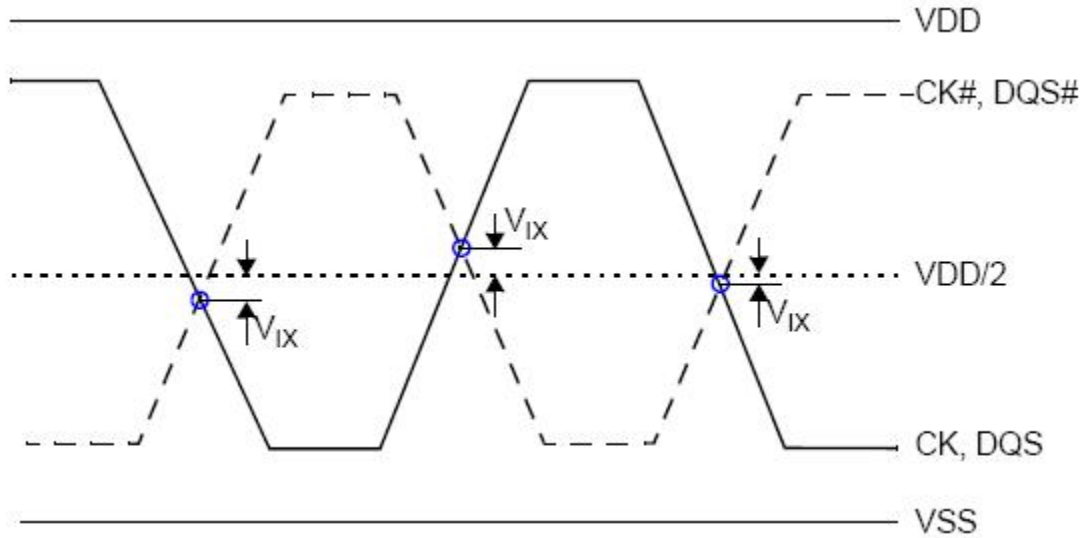

图 5.4  $V_{ix}$  定义
测量在 VOL (AC) 和 VOH (AC) 之间，如表 5-11 和图 5.4 所示。